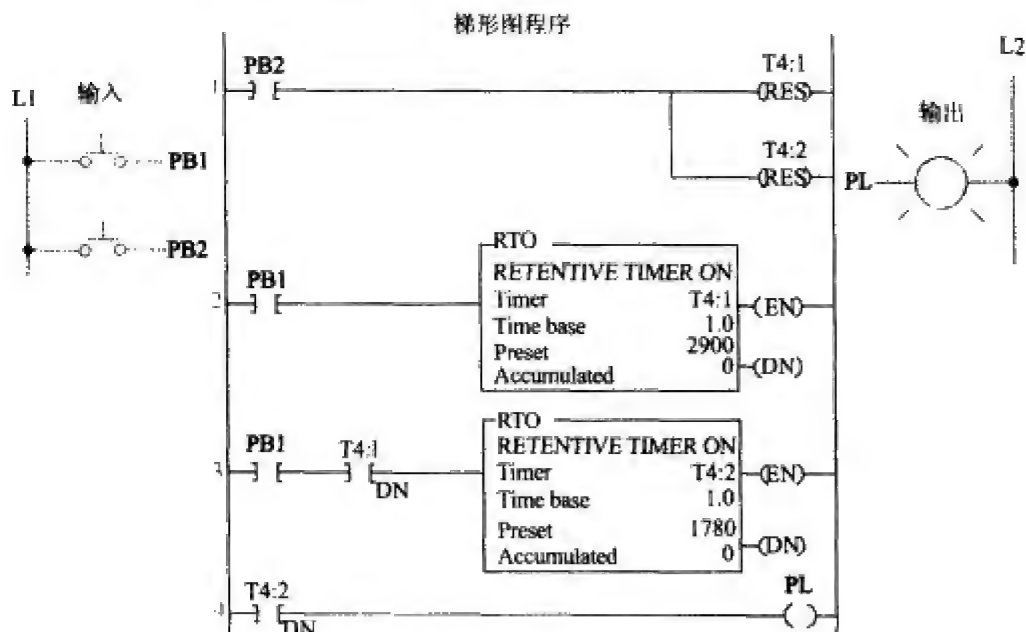

图 7-34
5. 研究图 7-34 所示的梯形图程序, 并且回答以下问题: